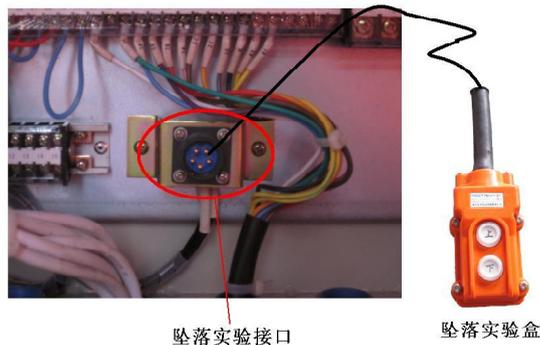

图1.6-1 坠落试验接口
- (1) 将导轨架加高到15m左右，在距离底架9m处安装一道附墙；
- (2) 升降机装载额定重量；
- (3) 切断底架护栏电源箱的总电源，用试验电缆短接防坠安全器的微动开关并按图1.6-1所示将坠落试验盒（五芯航空插头）插入电控箱内的接口上；
- (4) 将坠落试验按钮盒穿过门放到地面，确保坠落试验时，电缆不会被卡住，并关闭所有门；
- (5) 合上总电源开关；按坠落试验按钮盒上的“上行”按钮使驱动系统升高到距地面10m左右（注意驱动系统不要冒顶）；
- (6) 按“坠落”按钮不要松开，吊笼将自由下落，下落至一段距离后防坠安全器动作将吊笼锁住，正常情况下时吊笼制动距离为0.15~1.40m（**制动距离应从听见“哐啷”声音后算起，安全器使吊笼制动的同时能通过机电联锁切断电源**）。如遇特殊情况，例如制动距离超长，请联系我司；